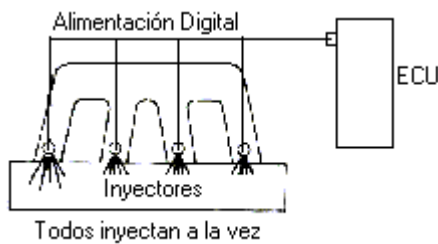

Figura 3.10
Esta estrategia puede venir en dos versiones: En forma directa con *conexión común* (Figura 3.10), la ECU proporciona una sola conexión, con alimentación digital para todos los inyectores, los cuales inyectan a la vez.
- Variando la secuencia de inyección veamos: Con motor en régimen normal la inyección simultánea se realiza a cada dos vueltas de cigüeñal (720°), pero al acelerar el motor repentinamente puede cambiar a no inyectar a cada dos giros de motor, sino que a cada giro de motor (360°), incrementando el volumen de combustible en la cámara de admisión, debido a la aceleración repentina o súbita. (figura 3.10)